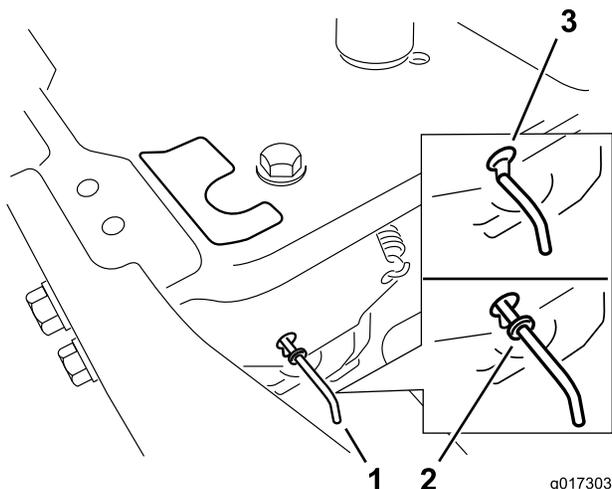

Figure 25
- Déplacez les leviers de dérivation en avant dans l'encoche en trou de serrure, puis vers le bas pour les verrouiller en position, comme illustré (Figure 25). Assurez-vous de le faire pour chaque levier.
Déplacez les leviers de dérivation vers l'arrière dans l'encoche en trou de serrure, puis vers le bas pour les verrouiller en position, comme illustré (Figure 25). Assurez-vous de le faire pour chaque levier.